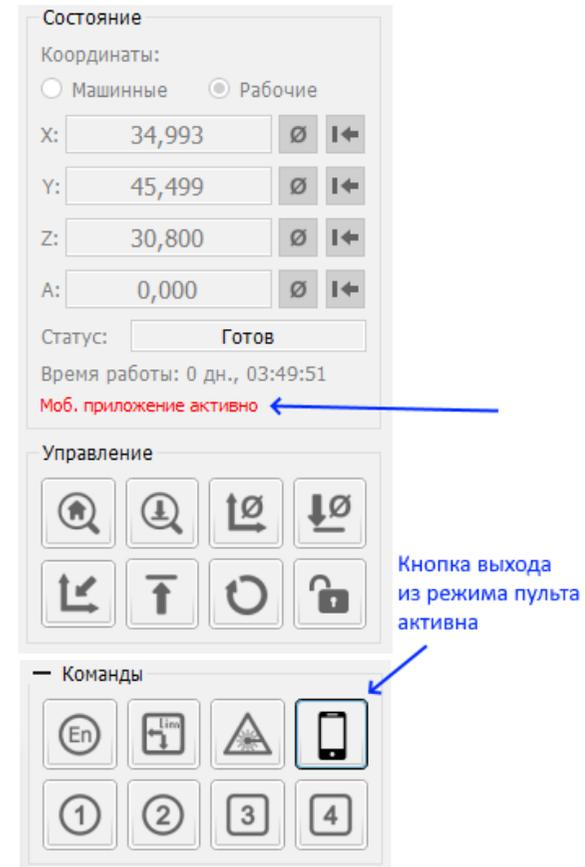

Рисунок 9: Индикация режима пульта в Inetra CNC Visualizer
- На рис. 9 показана индикация в программе *Inectra CNC Visualizer* при включенном и выключенном режиме пульта.